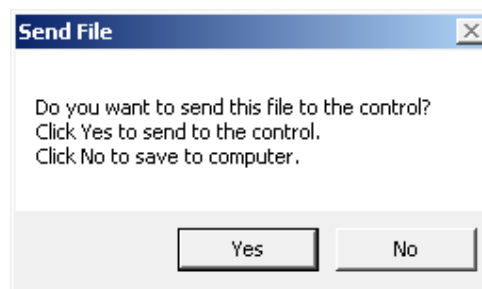

Figura 3-5 Pantalla de enviar archivo de usuario
9. Desde la barra de menú de la pantalla de Administración de Permisos de Cuentas seleccione **File/Save** o **Save As**. IPScom mostrarán una pantalla de "Enviar Archivo" para permitir al usuario guardar el archivo en el unidad o en la computadora (Figura 3-5).